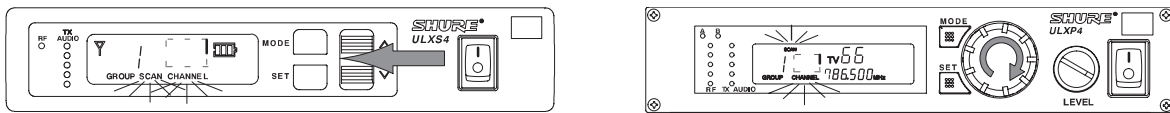

FIGURE 10
2. Appuyer sur les boutons ou (ULXS4) ou tourner le bouton de commande (ULXP4) à droite d'un quart de tour. Le numéro du canal ouvert suivant apparaît sur l'affichage comme illustré à la figure 10.